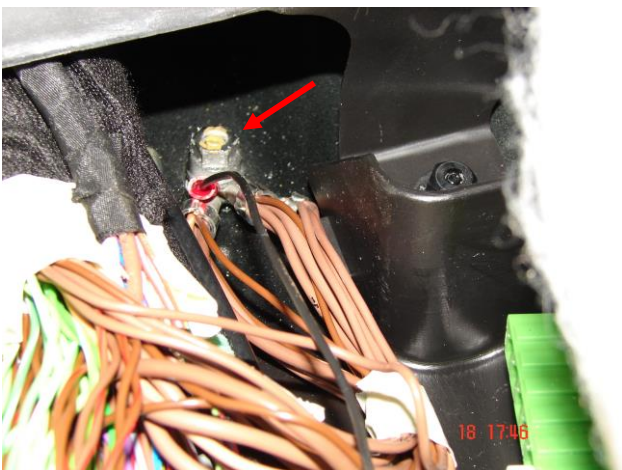

Bild 5: Masseanschluß
7. schwarzes Massekabel am Massepunkt hinter dem Kabelkanal anklemmen (Bild 5)